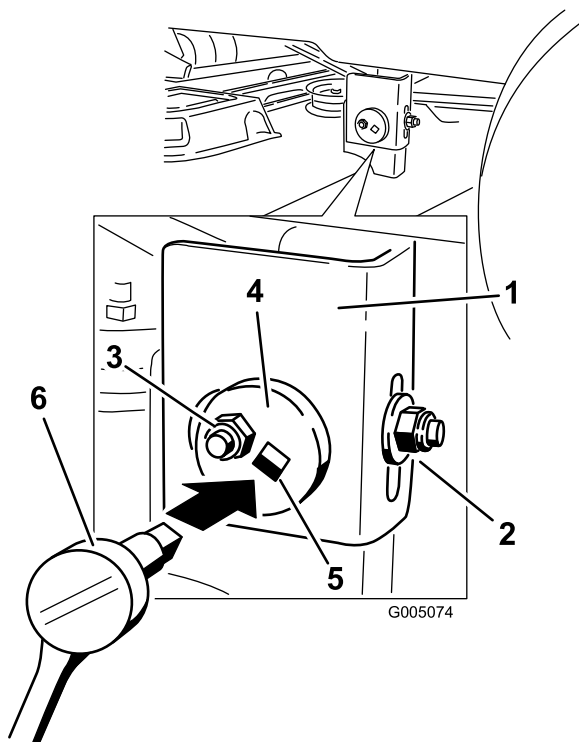

Bild 37
7. Bewegen Sie die linke Seite der Maschine. Lösen Sie (nicht entfernen) die hintere Sicherungsmutter am Hängeprofil (Bild 37).
8. Lösen Sie die seitliche Sicherungsmutter am Hängeprofil so viel, dass Sie die Exzenterplatte einstellen können (Bild 37).
9. Stoppen Sie das Mähwerk an der eingestellten Stellung und ziehen Sie die seitliche Sicherungsmutter am Hängeprofil fest, um die neue Stellung zu arretieren (Bild 37).